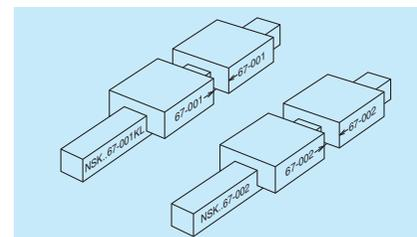

图 10.29 2 根导轨公称型号相同时
- 当有 2 根以上的导轨为一套使用时，若公称型号是相同的话，那么产品编号则是连号。并且其中最小号码的导轨上有 'KL' 标记 (图 10.29)。